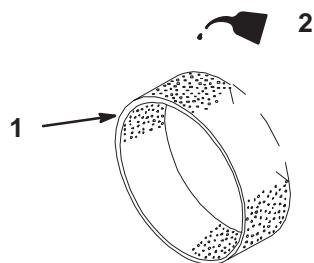

Abbildung 18
- Etwas Öl auf den Einsatz geben (Abb. 18). Den Einsatz drücken, um das Öl zu verteilen.